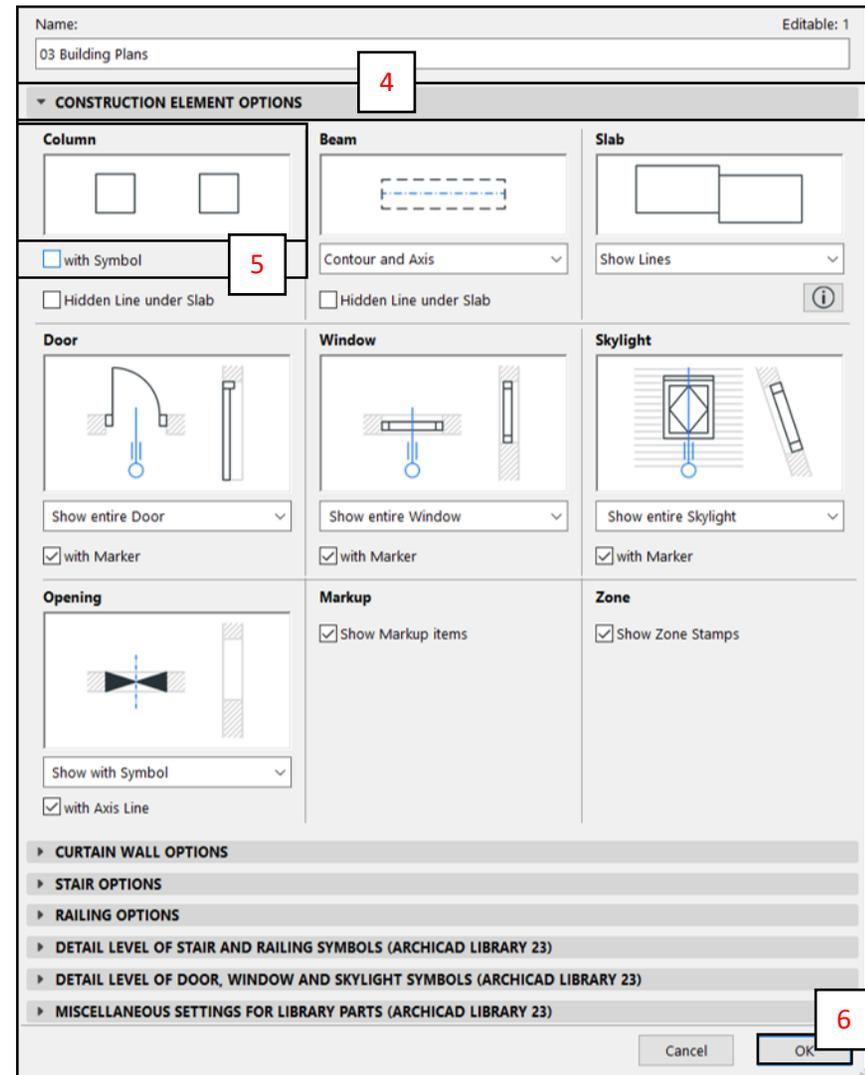

**Fig. 16**
- A. Ir a la *Barra de Menús* y seleccionar **Document (1) > Model View (2) > Model View Options (3)** para configurar la visualización del modelo y eliminar los ejes referenciales de la columna de madera. (*Fig. 16*)